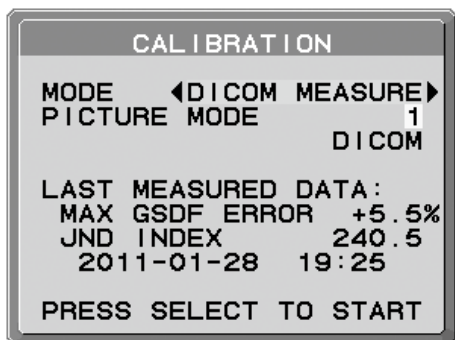

图 D.1
1. 在 **MODE** 选择中使用“**LEFT**（向左）”或“**RIGHT**（向右）”键选择 **DICOM MEASURE**（DICOM 测量）（图 D.1）。